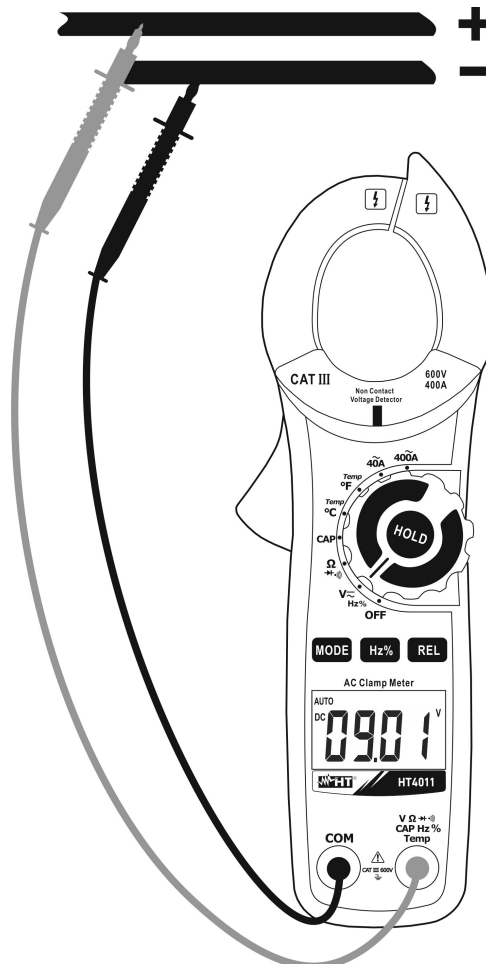

Abb. 2: Verwendung der Zange für Gleichspannungsmessung
2. Verbinden Sie die rote Messleitung mit der **VΩ→|•|)CAPHz%Temp** Eingangsbuchse, und die schwarze Messleitung mit der **COM** Eingangsbuchse (Abb. 2).